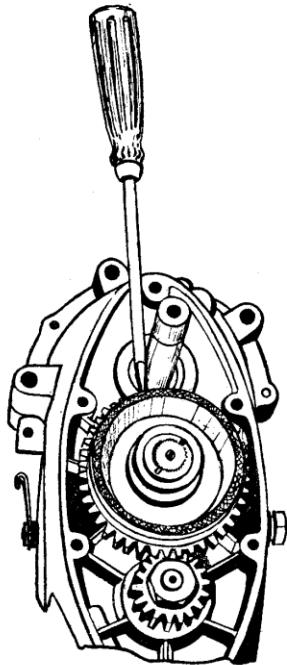

Fig. 10
22. Tandhjul på krumtakaksæl fastspændes. For at holde tandhjulet under fastspændingen, lægges en skruetrækker på langs af motoren hvilende på krankakslen og med klingen i koblingstandhjulet, se fig. 10.